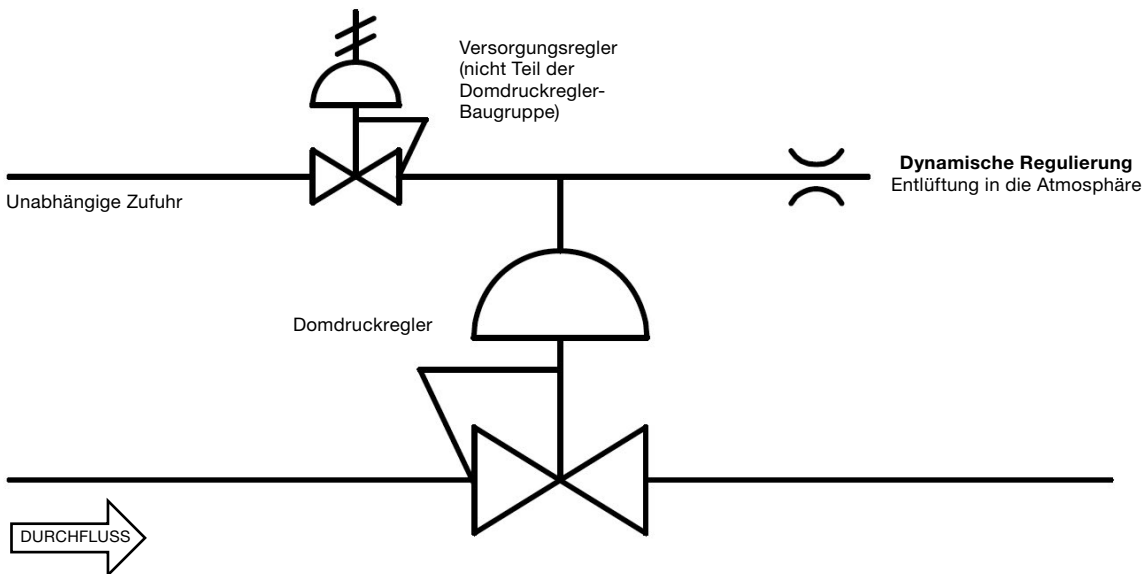

Abbildung 4
- **Externe Domsteuerung** Bei diesem Aufbau wird der Domdruck von einer unabhängigen Quelle geliefert, wie z. B. einer Flasche oder einer Hauptversorgung (Abbildung 4). Die besten Resultate werden erzielt, wenn ständig ein geringer Durchfluss durch den Pilotdruckregler besteht. Dieser Durchfluss sollte durch eine Blende entlüftet werden (Abbildung 4). Dies wird in der Regel als „dynamische Regelung“ bezeichnet. Dieser Aufbau ist auch für Flüssigkeitsanwendungen geeignet.